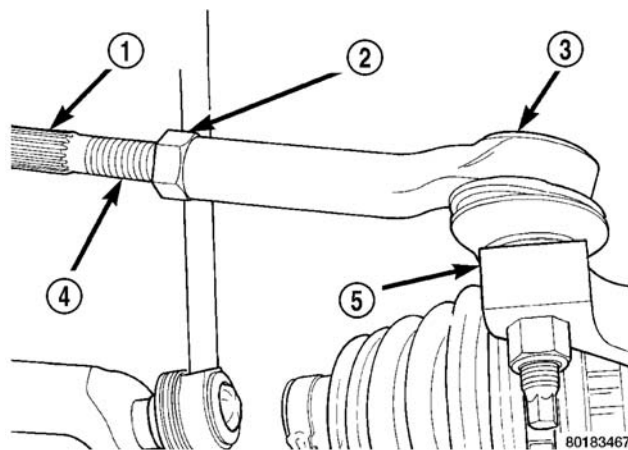

图 12 前轮前束调整
(2) 松开前内至外转向横拉杆端锁紧螺母（图 12）。抓住内转向横拉杆的锯齿部分并旋转转向齿轮的内转向横拉杆（图 12）以将前车轮前束设定到所需要的车轮前束规格。（参见 2—悬架系统 / 车轮定位—规格）
(3) 紧固转向横拉杆锁紧螺母（图 12）至 $75 \text{ N} \cdot \text{m}$ (55 ft.lbs.) 的扭矩。
(4) 在内转向横拉杆上调整转向机至转向横拉杆的防尘套。
(5) 拆卸方向盘夹。
(6) 卸下定位设备。
(7) 路试车辆，验证方向盘位于直行位置，且车辆不跑偏或侧滑。